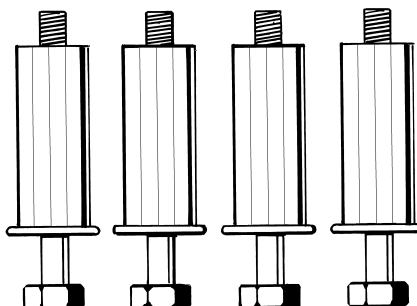

Рис. 1
**До применения прибора болтовые соединения ДОЛЖНЫ быть сняты (Рис. 1).**